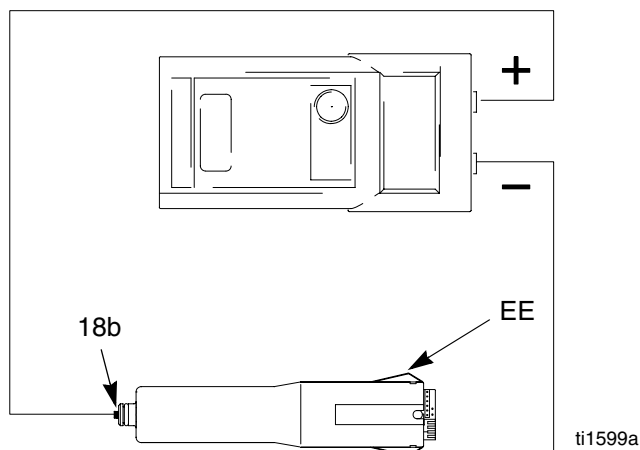

Fig. 7 Test av motståndet i kraftaggregatet
1. Ta bort kraftaggregatet (18), sidan 30.
2. Demontera turbingeneratoren (19) från kraftaggregatet, sidan 31.
3. Mät motståndet mellan kraftaggregatets jordskenor (EE) och fjädern (18b). Se Fig 7.